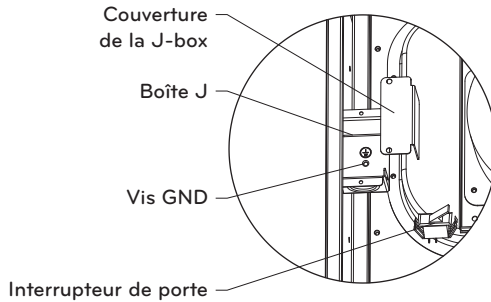

Fig.9-1 Boîte en J
- Retirez et enregistrez les deux vis qui maintiennent J-Box. (Voir Fig.9-1)
- Retirez et enregistrez les deux vis qui maintiennent J-Box. (Voir Fig.9-1.)